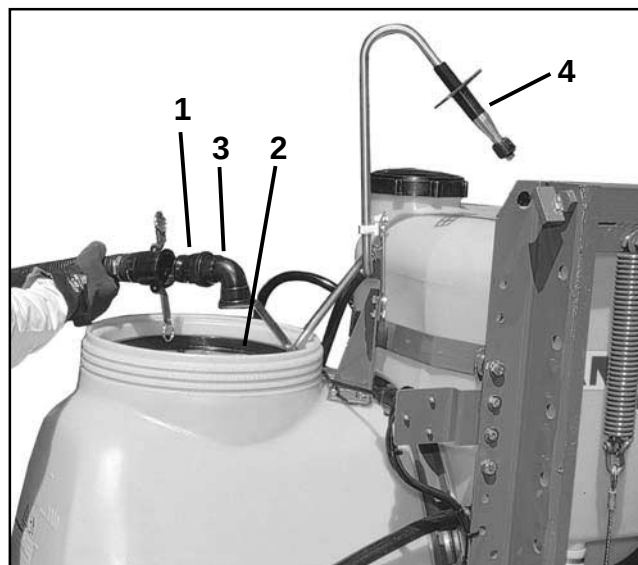

Fig. 10.8
Til påfyldning via 1 1/4" kamlok-tilkobling (fig. 10.8/1), påfyldning via si (fig. 10.8/2) og skylning af kemikaliedunke. Hertil skal
- Afhængig af om den skal anvendes til brug ved påfyldning (fig. 10.8/3) eller rengøring af kemikaliedunke skubbes (fig. 10.8/4) den henover beholderåbningen.
- Til **påfyldning** skal påfyldningsslangen tilkobles kamlok-tilkoblingen (fig. 10.8/1).